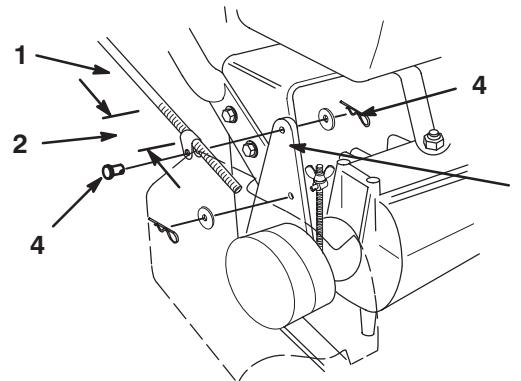

Figure 7
1. Vissez les raccords à intervalles réguliers sur chaque tige de commande. Pour commencer, vissez les raccords sur environ 1-3/4 pouce (44 mm) depuis le début du filetage (Fig. 7).
2. Enfilez les axes de chape dans les raccords et les trous de montage des pattes de la poulie de tension (en passant par l'extérieur) (Fig. 7). Fixez-les en place avec les rondelles et les goupilles fendues (Fig. 7).